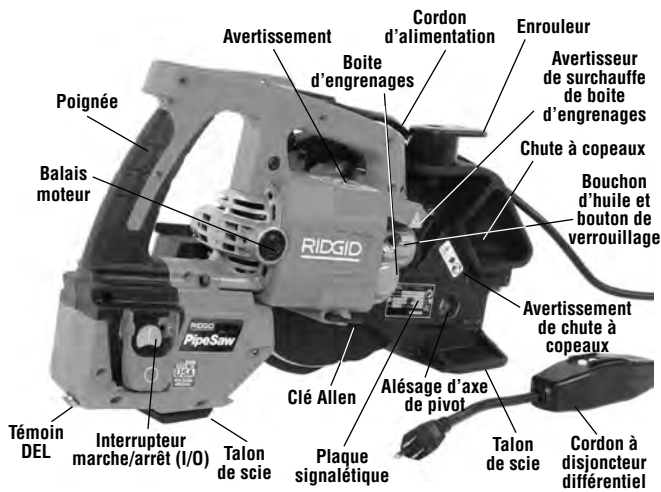

Figure 1 – Scie à tubes transportable PCS-500 vue de face
1. Vérifiez que la scie à tubes transportable PCS-500 est débranchée et que son interrupteur est en position d'arrêt (O).
- Présence et lisibilité des étiquettes d'avertissement et d'instruction (*Figures 1, 2 et 6*).